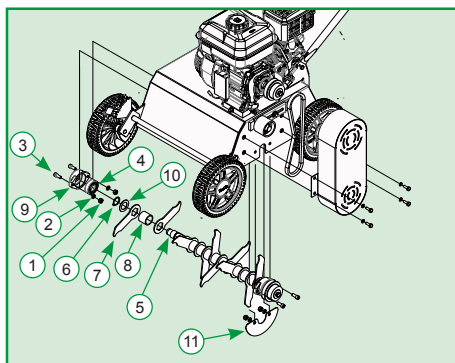

Figura 3
- ✓ Na sequência, remova as porcas (1) e arruela de pressão (2) do parafuso (3) que fixa o mancal (9) na base da máquina. Posteriormente com um sacador remova o rolamento (4) do eixo (5). Após remover o rolamento retire o anel de retenção (6), arruela (10) a lâmina (7) e a bucha (8), bem como as demais buchas e lâminas conforme Figura 3.